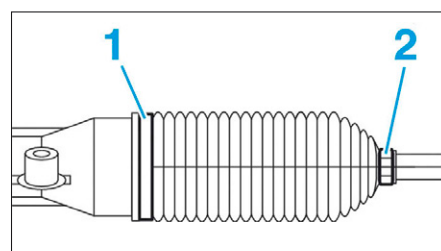

FIG. 31
- Déposer les colliers (1) et (2) (côté droit) (Fig.31).